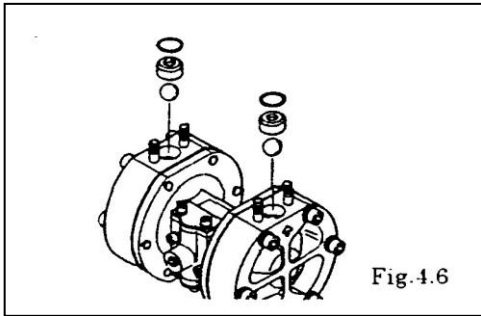

Fig.4.6
- O-ring, Kugelführung, Kugel und Sitz herausnehmen. [Fig. 4.6]